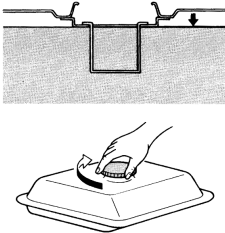

Рис.6
- Якщо рівень палива надто низький, заправте генератор неетиллованим бензином(Рис.6).